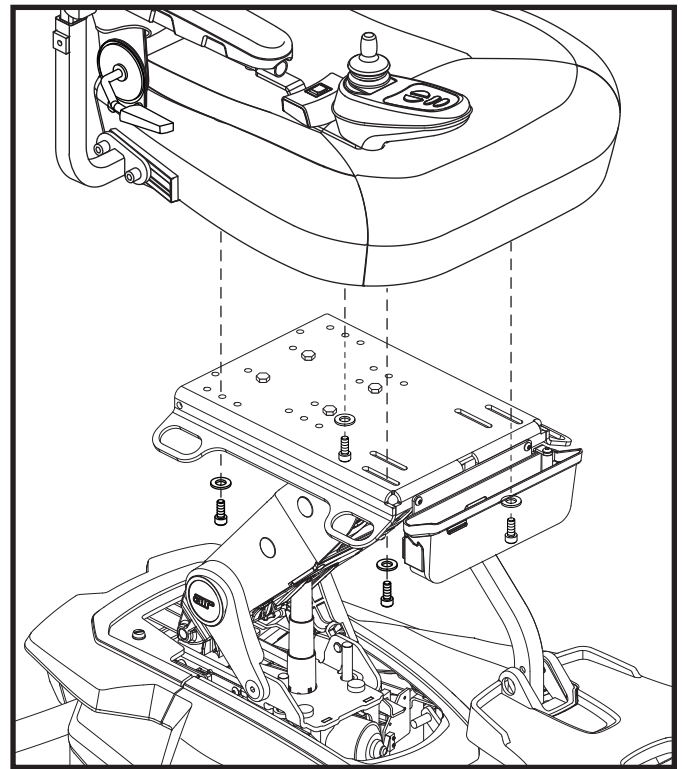

Bild 10. Sitzinstallation
9. Neigen Sie den Sitz nach hinten. Führen Sie zunächst die eine vordere Schraube mit Unterlegscheibe durch den entsprechenden Schlitz in der Sitzplatte und richten sie auf das zugehörige Schraubloch in der Unterseite des Sitzes aus. Zunächst nur von Hand leicht anziehen und locker lassen. **Siehe Bild 10.**